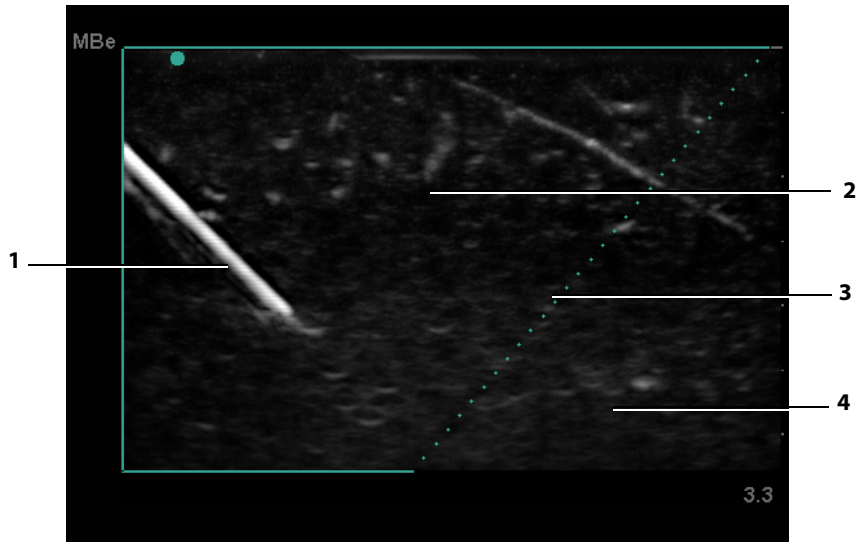

Figura 2: Imagem com a MBe ativada (transdutor linear)
- Observe que as estruturas lineares são aprimoradas apenas em um trecho demarcado dentro da imagem. A área não demarcada permanecerá igual. (Consulte Figura 2.)
Aciona a geração de imagens SonoMBe, que realça estruturas lineares dentro de uma variação de ângulos e pode facilitar a condução da agulha durante o posicionamento do cateter e procedimentos de bloqueio nervoso. Uma demarcação de três ou quatro lados indica a área afetada. (Consulte Figura 2.)